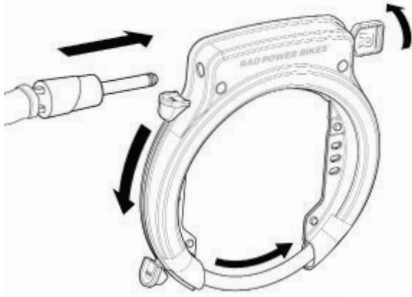

Figura 12: Instale la cadena de seguridad y bloquee el grillete
- c. Gire la llave en el sentido de las agujas del reloj y presione la palanca manual hacia la abertura del candado de llanta trasera hasta que el grillete se trabe en la posición completamente cerrada (Figura 12). Luego gire la llave en el sentido contrario a las agujas del reloj para bloquear el grillete en esta posición. Asegúrese de que el grillete no interfiera con ningún radio ni con el borde de la rueda. Verifique que la bicicleta esté segura. Retire la llave.